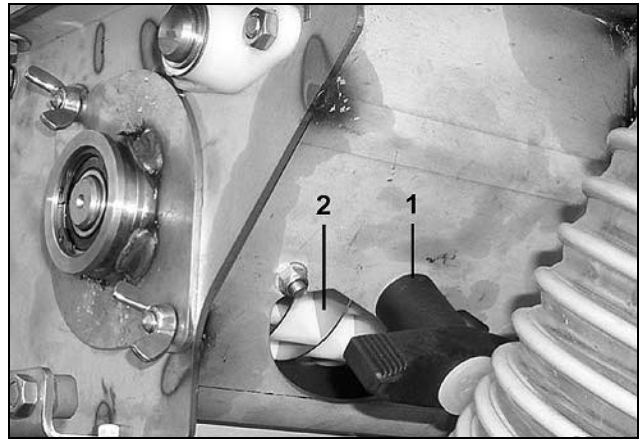

Fig. 98
- Open the residual emptying flap R (Fig. 98/2) by turning the handle (Fig. 98/1).
- Restentleerungsklappe (Fig. 98/2) schließen und den leeren Saatgut-Auffangbehälter am Saatgut-Behälter befestigen.